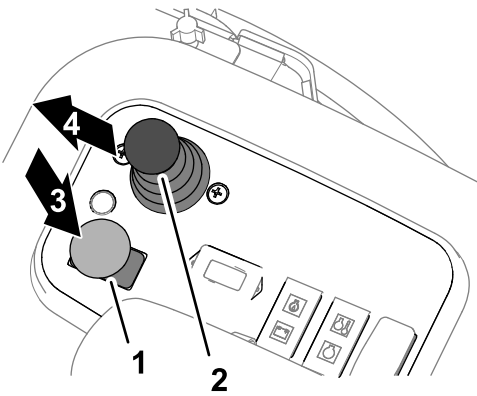

図 35
3. カッティングユニットの駆動スイッチを切位置にする **図 35**。
5. 刈り込み・移動走行切り換えスライドでCuttingユニットを降下させる図 35。